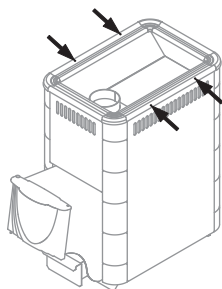

Рисунок 12. Винты для демонтажа рамки кожуха-конвектора печи «Тунгуска»
1. Снять рамку кожуха-конвектора, открутив 4 самореза (рисунок 12)